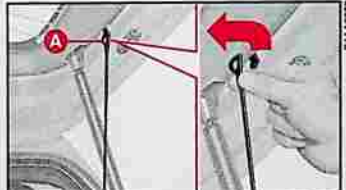

fig. 89
1) dégager les terminaisons supérieures **A**-fig. 89 des deux tirants, en décrochant les boucles de leurs doigts